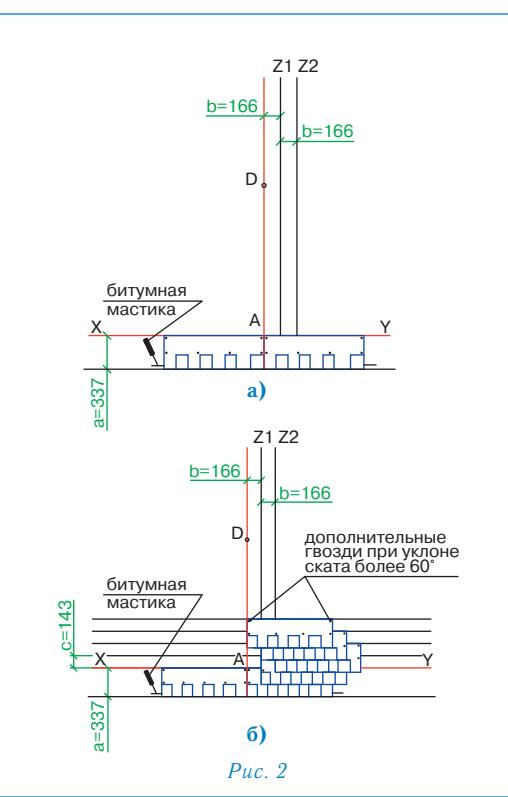

Рис. 2
## Укладка материала (рис. 2)
- первый ряд черепицы укладывается от линии AD (рис. 2а);
- второй ряд укладывается от линии Z1 (со смещением 16,6 см от AD) (рис. 2б);
- третий ряд укладывается от линии Z2 (со смещением 16,6 см от Z1) (рис. 2б);
- четвертый ряд — от линии Z1 (рис. 2б);
- пятый ряд — от линии AD (рис. 2б);
Каждый лист черепицы МАСТЕР J крепится 4 гвоздями таким образом, чтобы гвоздь прошивал и верхний край низлежащего листа черепицы МАСТЕР J (рис. 2а,б).